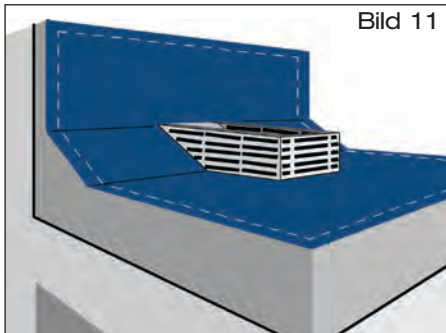

Bild 11
- 2.5 Zweite Lage der Dachdichtungsbahn über Ablauf ausrollen. Im Bereich des Attikaablaufes Aussparung für den Siebkorb ausführen (Bild 11). Zweite Lage der Dachdichtungsbahn zurückrollen, Anschlussbahn und zweite Lage der Dachdichtungsbahn gemäß Verlegevorschriften des Dachdichtungsbahnherstellers verschweißen. Überstände der Abdichtungslage in den Einlaufbereich sind zu entfernen.